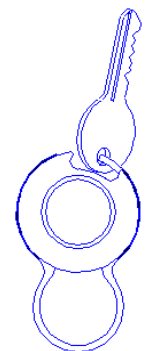

Fig. 2
2. Insert your key in the ring (Fig. 2)
2. Inserire la chiave nell'anello (Fig. 2)